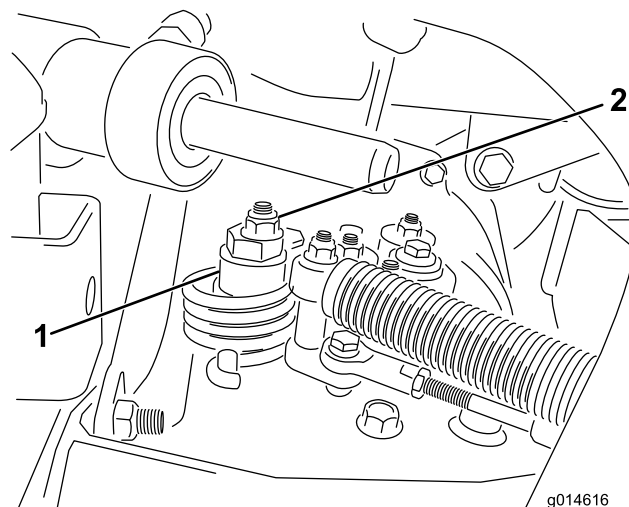

Figura 47
- A. Allentate il dado che fissa l'eccentrico alla parte superiore dell'igrostat (Figura 47).
- C. Fate girare l'eccentrico finché non riscontrate movimenti in alcuna direzione. Quando la ruota cessa di girare, serrate il dado di bloccaggio dell'eccentrico per mantenere la messa a punto (Figura 47). Verificate la regolazione portando l'acceleratore in posizione Slow e Fast.